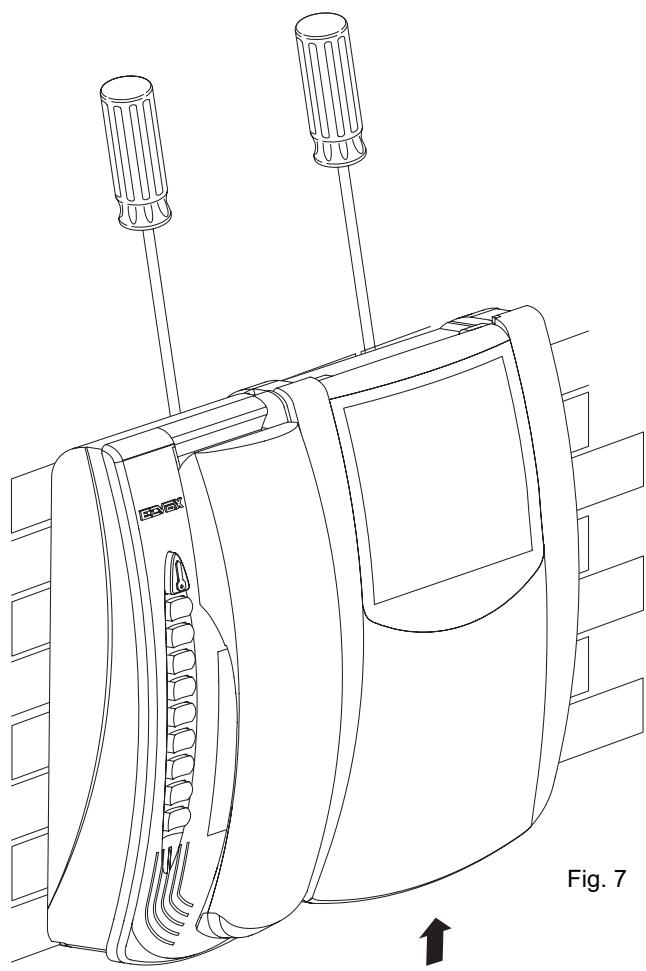

Fig. 7
Per estrarre il citofono o il monitor dalla staffa, agire con un cacciavite sulla linguetta di sicurezza ed estrarli seguendo il senso delle frecce (vedi fig. 7).
- To remove the interphone or monitor from the bracket, operate on the security lock with a screw driver and extract them following the arrow direction (see Fig. 7).
- Pour extraire le poste d'appartement ou le moniteur de l'étrier, agir avec un tournevis sur la clavette de sécurité et les extraire en suivant la direction des flèches (voir Fig. 7).
- Para extraer el interfono o el monitor desde el soporte, actuar con un destornillador en la lengüeta de seguridad y extraerlos siguiendo el sentido de las flechas (ver Fig. 7)
- Para extrair o interfone ou o monitor do suporte, obrar com uma chave de parafusos na lingueta de segurança e extraí-los seguindo a direção das setas (ver Fig. 7).